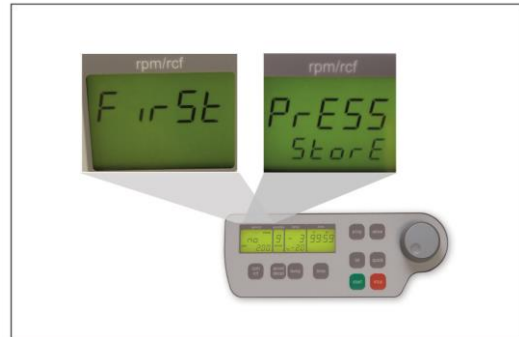

Abbildung 26
Zur Datenübernahme drücken Sie die Taste „store“ (12) für ca. 1 Sekunde. Ist das Programm korrekt abgespeichert, erscheint im Anzeigefeld "rpm/rcf" (A-1) der Schriftzug StorE. Dabei erlischt die Anzeige „programm“ (M10). Sobald die Taste „store“ (12) losgelassen wird, erscheint auch wieder die Anzeige „programm xx“ (M10), wobei „xx“ für Ihren gewählten Programmplatz steht. Wird versucht, ohne ein Programm abzuspeichern den Rotor zu starten, so erscheint im Anzeigefeld "rpm/rcf" (A-1) "FirSt" und "PrESS StorE" (siehe Abbildung 26)